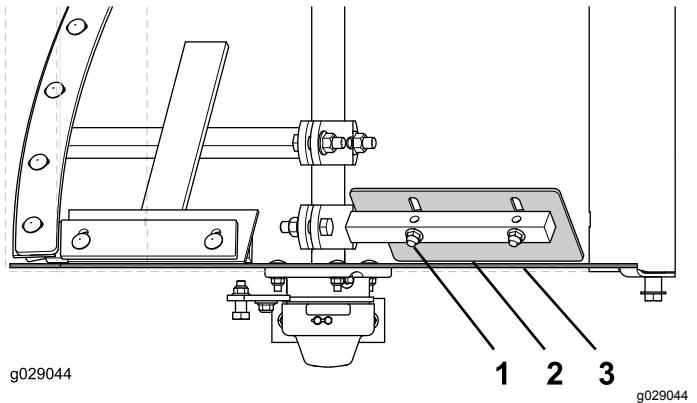

Figura 48
2. Afloje los pernos de cabeza redonda y las contratuerzas prensadas que sujetan la paleta de extremo ajustable a la paleta fija. (Figura 48)